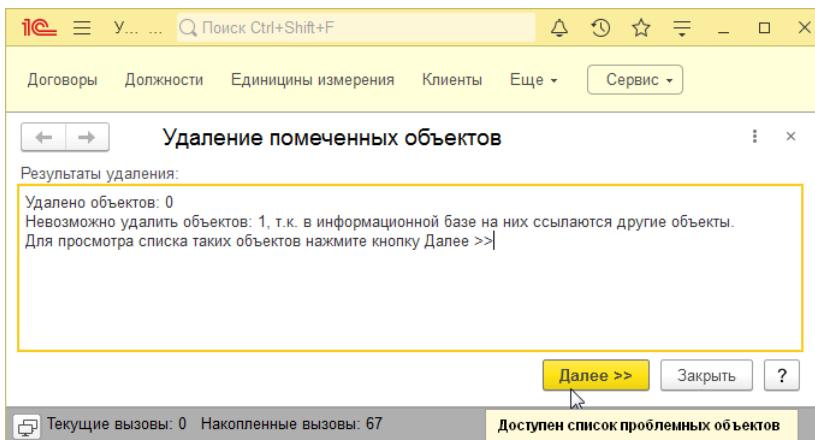

Рис. 12 – Конфликт при удалении помеченных объектов
24. В режиме 1С:Предприятие пометьте на удаление несколько элементов справочника Должности. Удалите их, используя стандартный механизм платформы (Функции для технического специалиста... > Стандартные > Удаление помеченных объектов). Если возникают конфликты (см. рисунок 12), следует найти ссылки на помеченный объект, которые препятствуют его удалению. Для этих целей освойте еще один стандартный механизм – Поиск ссылок на объекты.